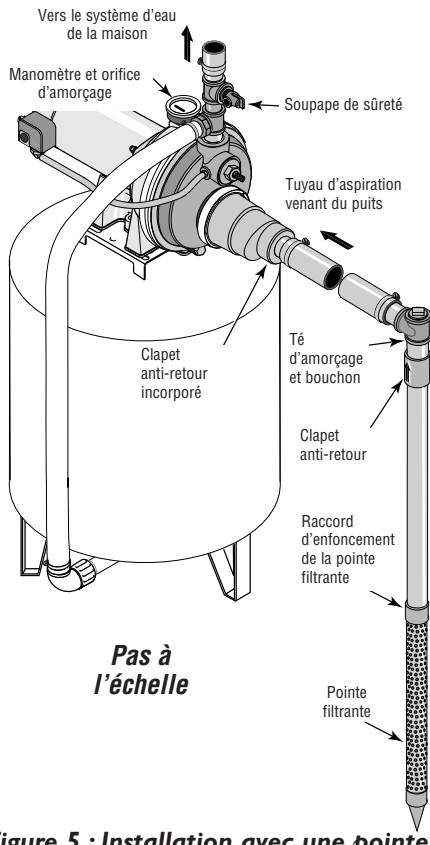

Figure 5 : Installation avec une pointe filtrante
Installation de la pointe filtrante (Figure 5)
5. Utiliser le moins possible de raccords (en particulier des coudes) lorsque l'on branche la tuyauterie de la pointe filtrante sur l'orifice d'aspiration de la pompe. Le diamètre du tuyau d'aspiration doit être au moins aussi grand que le diamètre de l'orifice d'aspiration de la pompe (y compris le clapet anti-retour - voir la Figure 5). Supporter le tuyau de façon qu'il ne soit pas cintré afin qu'il n'exerce pas de contraintes sur le corps de la pompe; de plus, il doit être légèrement incliné vers le haut, du puits jusqu'à la pompe (les points hauts risquent de causer des poches et des bouchons d'air dans la pompe). N'utiliser que du ruban ¹Téflon™ ou de la pâte pour raccords filetés approuvée sur les tuyaux en PVC. Les raccords doivent être étanches à l'air et à l'eau. Si le tuyau d'aspiration aspire de l'air, la pompe ne pompera pas l'eau du puits. Si une pointe filtrante ne fournit pas suffisamment d'eau, considérer brancher deux ou trois pointes filtrantes sur un même tuyau d'aspiration.